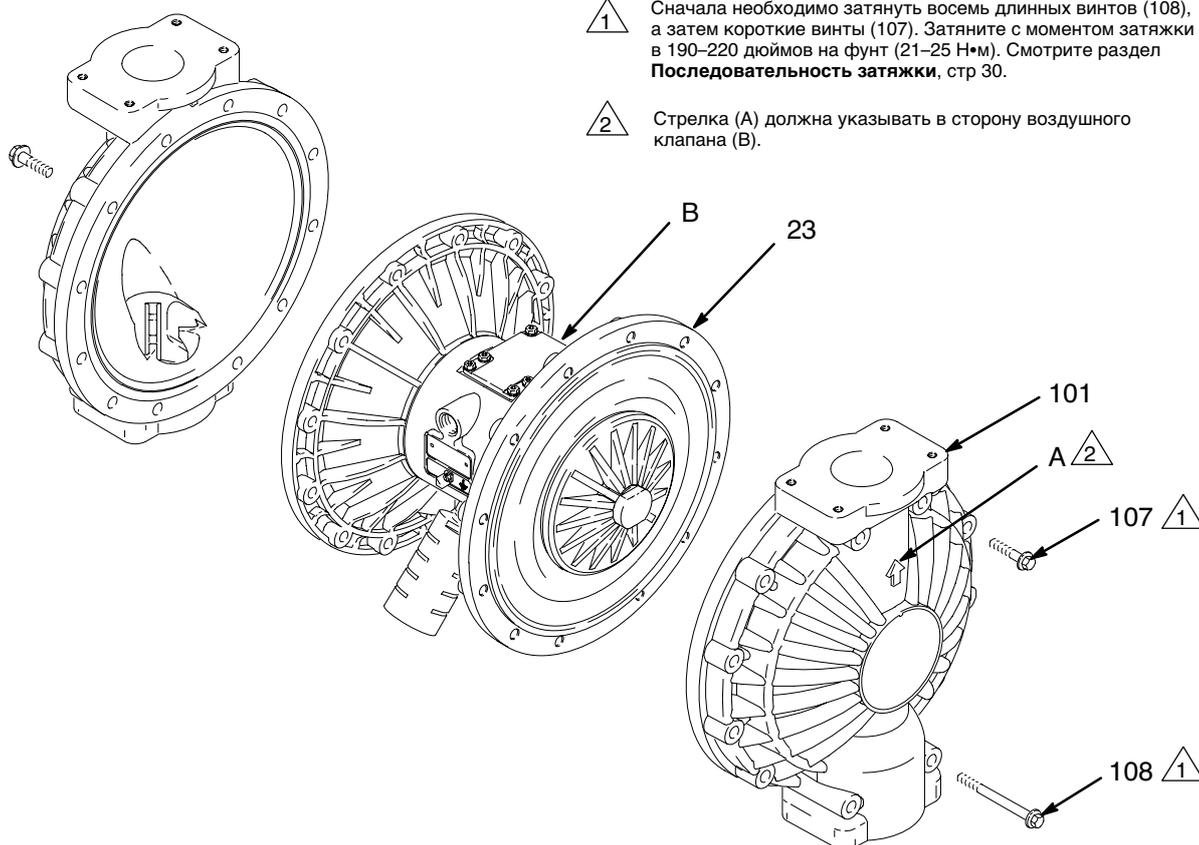

Рис. 12
3. С помощью торцевых ключей на 10 мм выкрутите винты (107 и 108), крепящие крышки для жидкости (101) на крышках для воздуха (23). Стяните крышки для жидкости (101) с насоса. См. Рис. 12.
4. Нанесите средство (синего цвета) Loctite® со средней прочностью стопорения или эквивалентное на резьбы пластин со стороны для жидкости (105). Удерживая одну из наружных пластин (105) гаечным ключом, затяните другую наружную пластину с моментом затяжки в 20 - 25 фут на фунт (27 - 34 Н•м) при максимум 100 об/мин. Не допускайте перезатяжки.
5. Совместите крышки для жидкости (101) и центральный корпус (1) таким образом, чтобы стрелки (А) на крышках указывали в том же направлении, что и воздушный клапан (В). Закрепите крышки винтами (107 и 108) с затяжкой от руки. Установите длинные винты (108) в верхних и нижних отверстиях крышек. См. Рис. 12.
6. Сначала затяните длинные винты (108) крест-накрест и равномерно с моментом затяжки в 190–220 дюйм на фунт (21–25 Н•м), с помощью торцевого гаечного ключа на 13 мм. Затем затяните короткие винты (107). Смотрите раздел **Последовательность затяжки**, стр. 30.